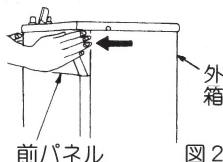
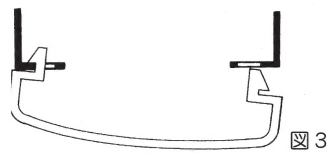
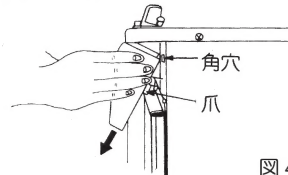

図2
図3
図4
- 1 前パネルの左右どちらかの側面の マークを手で軽くたたくようにして内側に押し（図2）、前パネルの爪を外箱の角穴からはずし（図3）、手前下方に下げます（図4）。